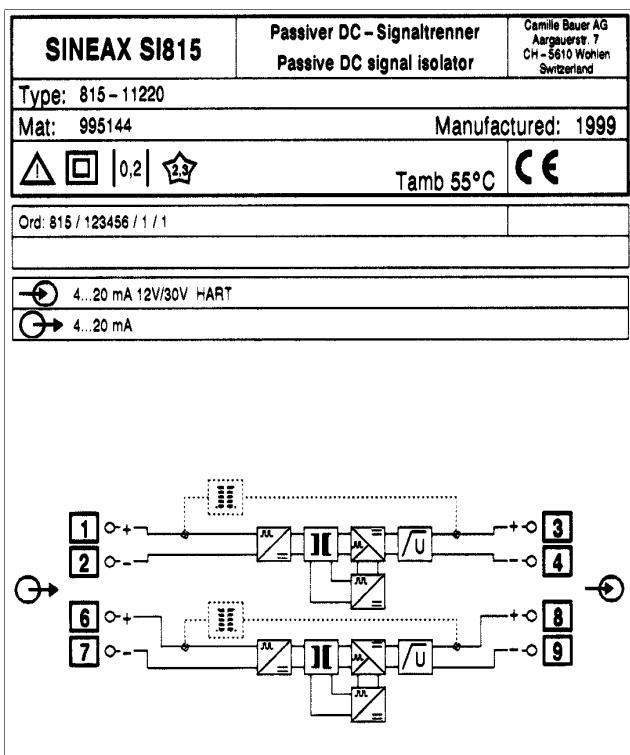

Fig. 8. Exemple d'une plaquette signalétique.
- ... que les caractéristiques techniques des circuits à séparer correspondent aux caractéristiques mentionnées sur la plaquette signalétique des SINEAX SI 815-1 (signaux d'entrée et signaux de sortie, voir Fig. 8)!